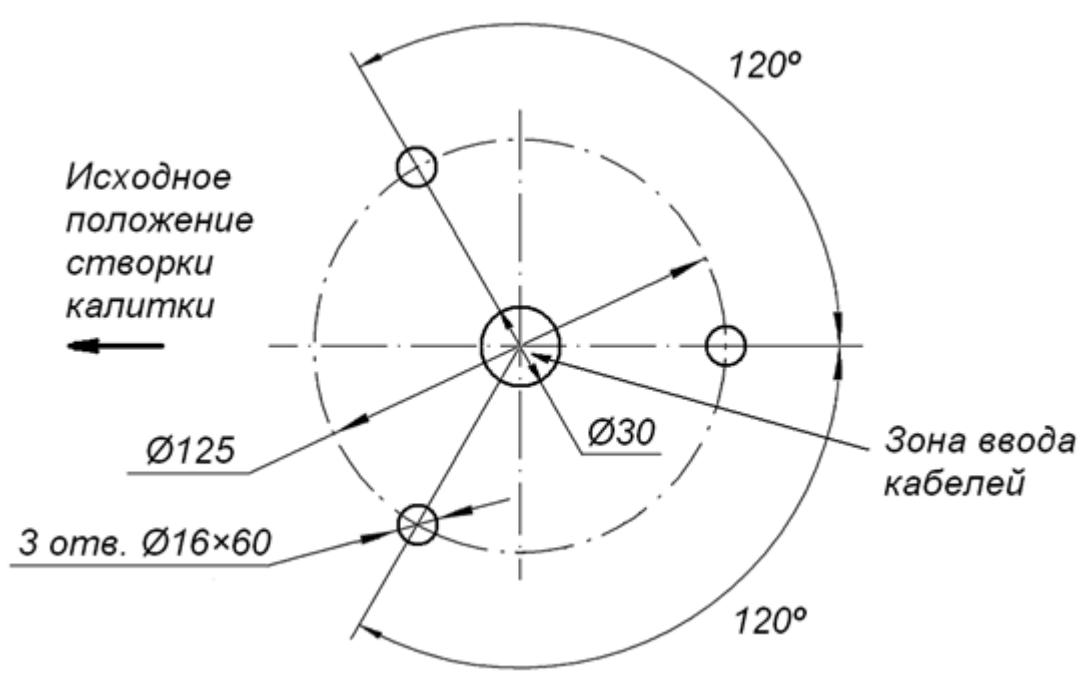
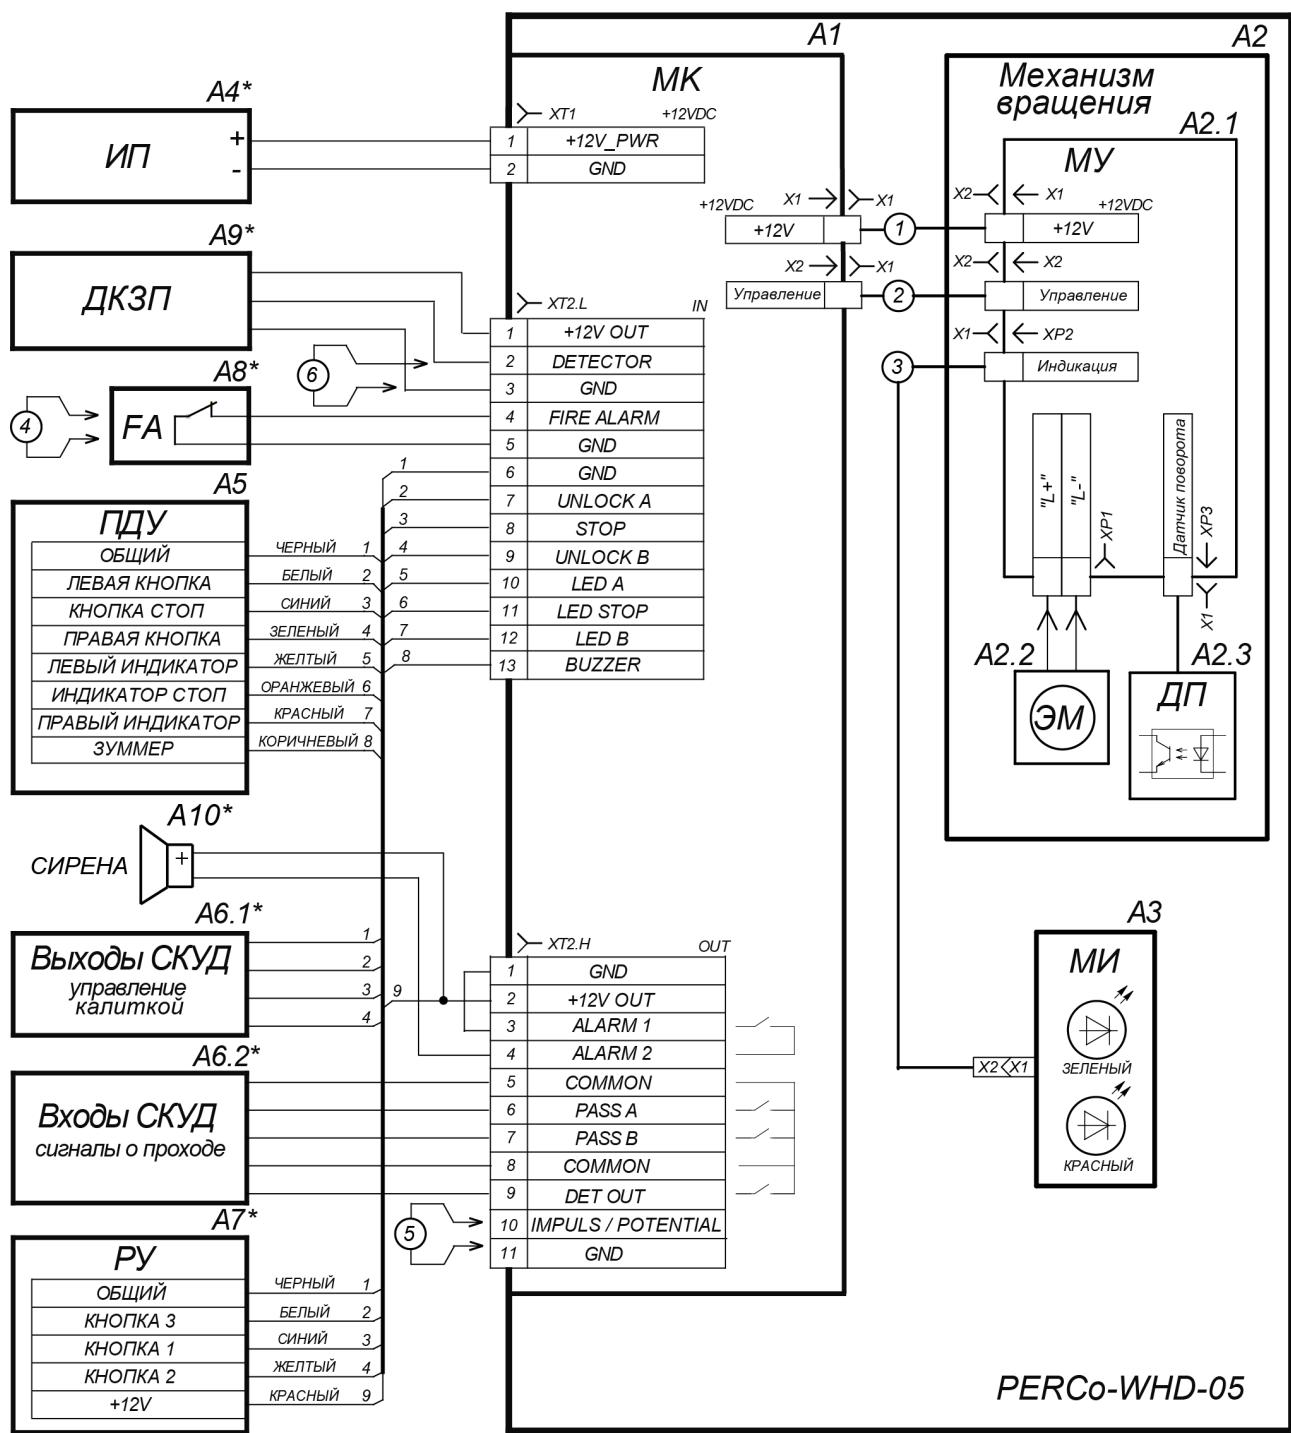

Рисунок 9. Схема разметки для монтажа калитки
Рисунок 10. Схема электрических соединений МК
4. Выполните разметку и разделку отверстий под анкерные болты на установочной поверхности в соответствии с рис. 9.
7. Извлеките кронштейн (6) с МК (7) из стойки калитки через отверстие в основании.
8. Подключите к МК кабели ПДУ (СКУД/ устройство РУ) и ИП согласно схеме, приведенной на рис. 10.
9. Установите кронштейн (6) с МК (7) на место.
11. Установите стойку калитки (1) на гильзы анкеров и закрепите ее анкерными болтами; при установке контролируйте вертикальность положения стойки с помощью уровня.
Таблица 3. Обозначения к схеме на рис. 10